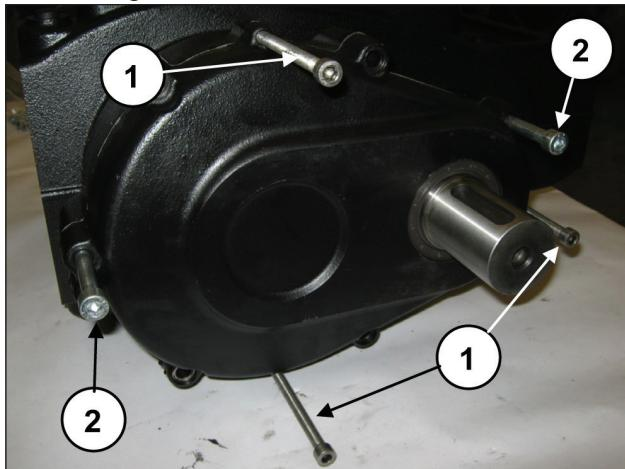

Abb. 5
Drehen Sie 3 Stiftschrauben oder Gewindeschrauben M8 (Pos. ①, Abb. 5) als Abzieher in die entsprechenden Bohrungen und zwei ausreichend lange Schrauben M10 für die Halterung des Deckels ein (Pos. ②, Abb. 5).